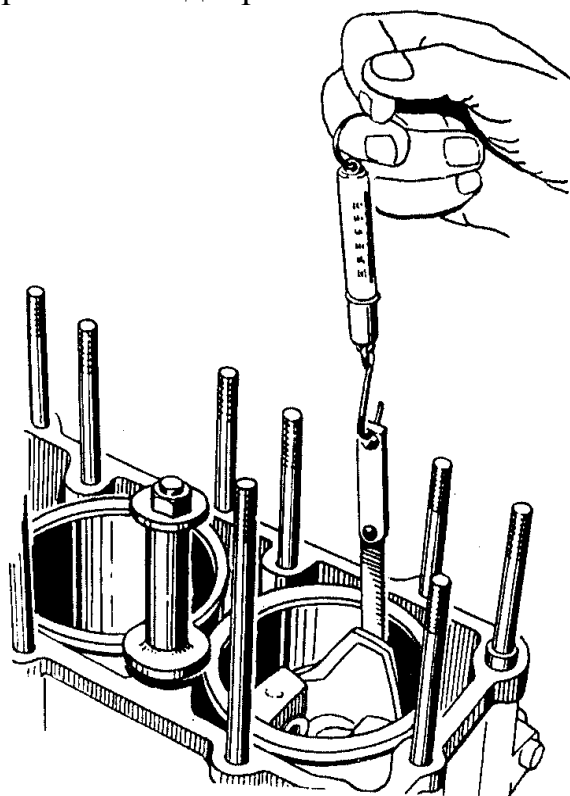

Рис.57. Подбор поршней к цилиндрам
2. Замерить усилие протягивания ленты-щупа толщиной 0,05 мм и шириной 10 мм между поршнем и гильзой, опущенного на глубину 65 мм между гильзой цилиндров и вставленным в неё в перевернутом положении поршнем (рис.57). Нижний край юбки поршня должен совпадать с верхним торцом гильзы цилиндров. Ленту – щуп размещать в плоскости, перпендикулярной оси поршневого пальца, т.е. по наибольшему диаметру поршня (для поршней с разрезной юбкой со стороны, противоположной разрезу). Величину усилия определять по динамометру, соединенному со щупом. Усилие при протягивании ленты-щупа должно быть 30...40 Н (3...4 кгс) для новых гильз и поршней. Для гильз и поршней бывших в употреблении усилие должно быть не менее 20 Н (2 кгс).